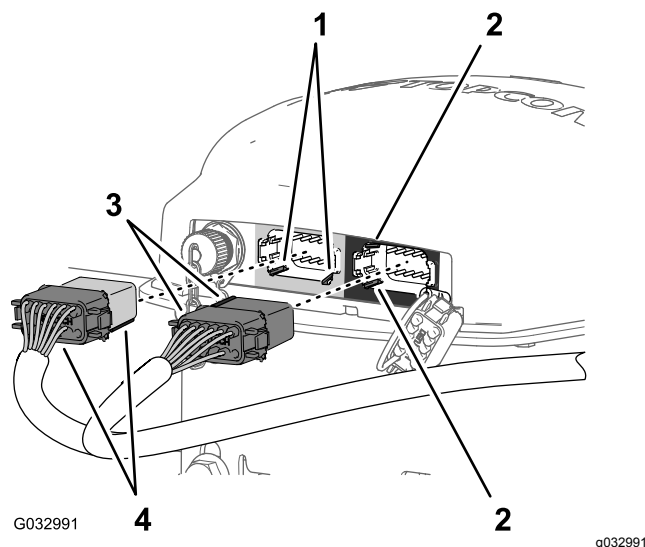

Figura 135
a 12 pin **sinistro (grigio)** del ricevitore di navigazione (Figura 135).
4. Collegate il connettore a 12 prese **grigio e nero** del cablaggio dati nel connettore a 12 pin **sinistro (grigio)** del ricevitore di navigazione, fino a quando il connettore non scatta saldamente in sede (Figura 135).
5. Allineate le 2 chiavi sul lato corto del connettore a 12 prese **nero** del cablaggio dati con le 2 scanalature per chiave nella parete verticale sinistra del connettore a 12 pin **destro (nero)** del ricevitore di navigazione (Figura 135).
quando il connettore non scatta saldamente in sede (Figura 135).